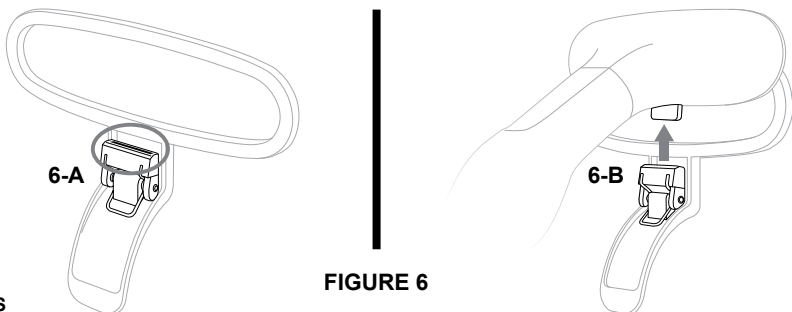

FIGURE 6
1. Repérez l'adaptateur pliant sur l'outil à plis; notez l'ouverture sur le dessus (FIGURE 6-A).
3. Pressez fermement l'outil à plis sur la buse à vapeur en vous assurant que l'arête se trouve dans la rainure (FIGURE 6-B).